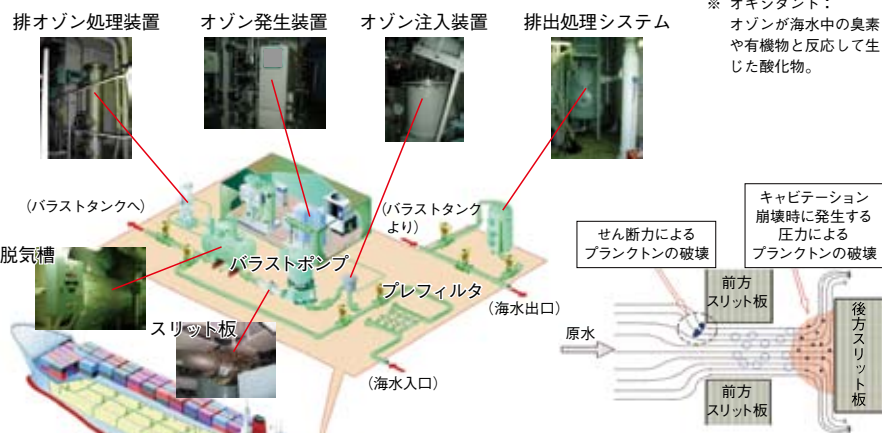

図3 機械的処理法の原理
- 2) 殺滅処理部：本システムの心臓部であり、流体の圧力差から生じるせん断力とキャビテーションの作用を利用しプランクトン類を殺滅する機械的処理法 (図3) と、主にバクテリアを殺滅する化学的処理法を複合化した処理を行う。